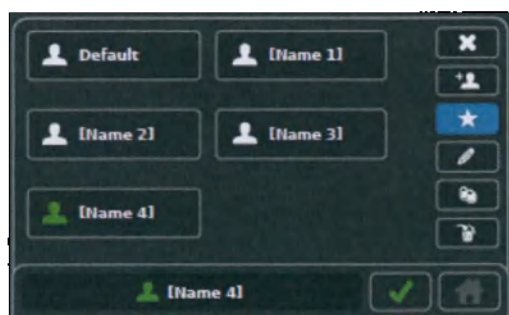

Рисунок 59 — Выбор избранного предварительно установленного параметра
2. Коснитесь желаемого предварительно установленного параметра, чтобы выбрать его (рисунок 59).